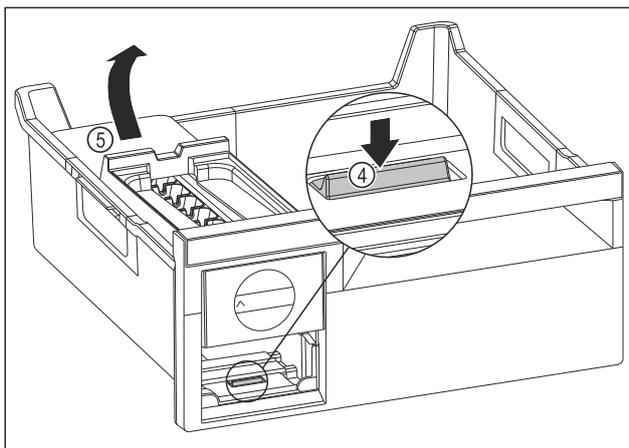

Fig. 136
- ▶ Para retirar el cuerpo del EasyTwist-Ice: Presione la pestaña Fig. 136 (4) con el dedo hacia abajo y simultáneamente con la otra mano levante el cuerpo del EasyTwist-Ice Fig. 136 (5) desde atrás.